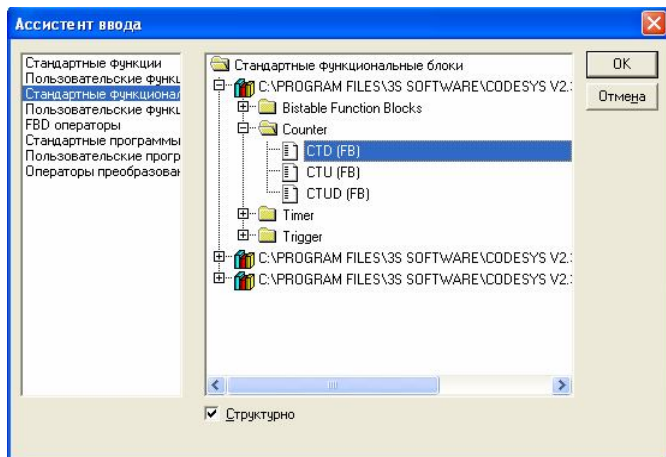

Рисунок 2.2 – Вікно вибору декрементного лічильника
умовчанням вони при створенні будуть типу *AND*. Виділіть кліком миші один із створених елементів і далі використайте асистент вводу для заміни елемента *ADD* на елемент *CTD* зі списку стандартних функціональних блоків, які входять до списку *Counter* бібліотеки *STANDARD.lib*. Вказана бібліотека автоматично підключається за умовчанням до проекту під час його створення. На рис. 2.2 зображена екранна форма, на якій показано спосіб вибору елемента декрементного лічильника *CTD (FB)* замість елемента *AND*, який створюється за допомогою *Ассистента ввода* (функціональна кнопка «F2») або способом *drag-and-drop*.